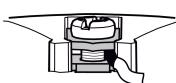

Рисунок 6.3 – Монтаж провода
4. Выполнить подключение внешних электрических цепей. Провода следует монтировать между пластинаами (см. рисунок 6.3).